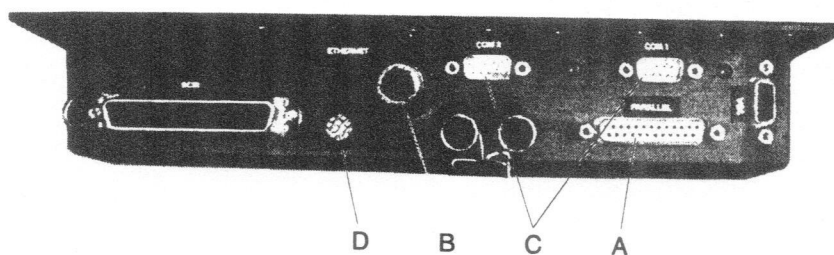

Fig. 6 - Vue du raccordement PC
- Vérifier que le raccordement du câble provenant de l'imprimante sur l'embase parallèle type CENTRONICS (A, Fig. 6) située à l'arrière du PC est effectif.
- Retirer le bouchon de protection de l'embase (B, Fig. 6) Ethernet à l'arrière du PC.
- Raccorder le câble en provenance du réseau BAMS sur l'embase (D, Fig. 6) à l'arrière du PC, verrouiller le connecteur sur l'embase.
du Réseau Téléphonique Commuté (RTC), BEMILCOM ou INMARSAT A (C, Fig. 6) à l'arrière du PC,
du point d'accès analogique au réseau RITA (TS2AR) (C, Fig. 6) à l'arrière du PC, verrouiller le connecteur sur l'embase.